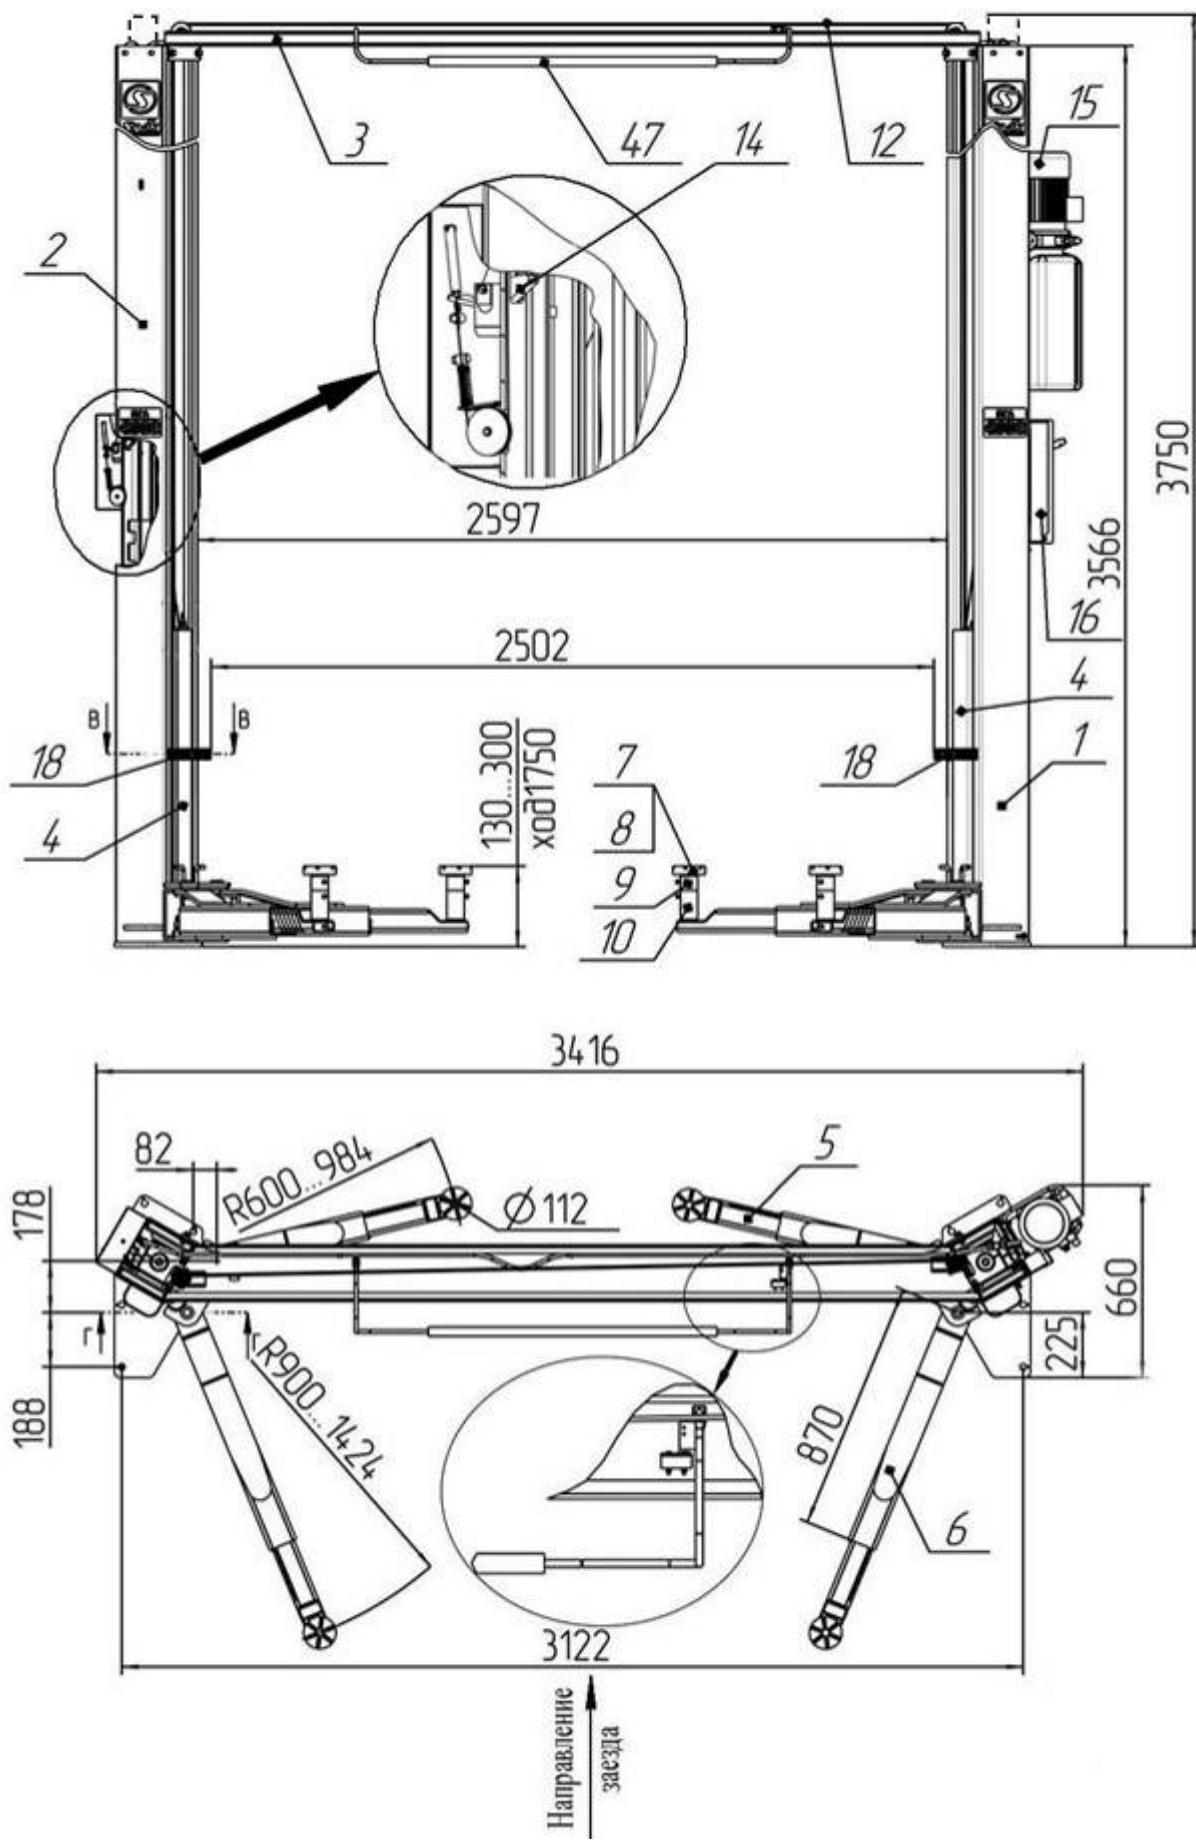
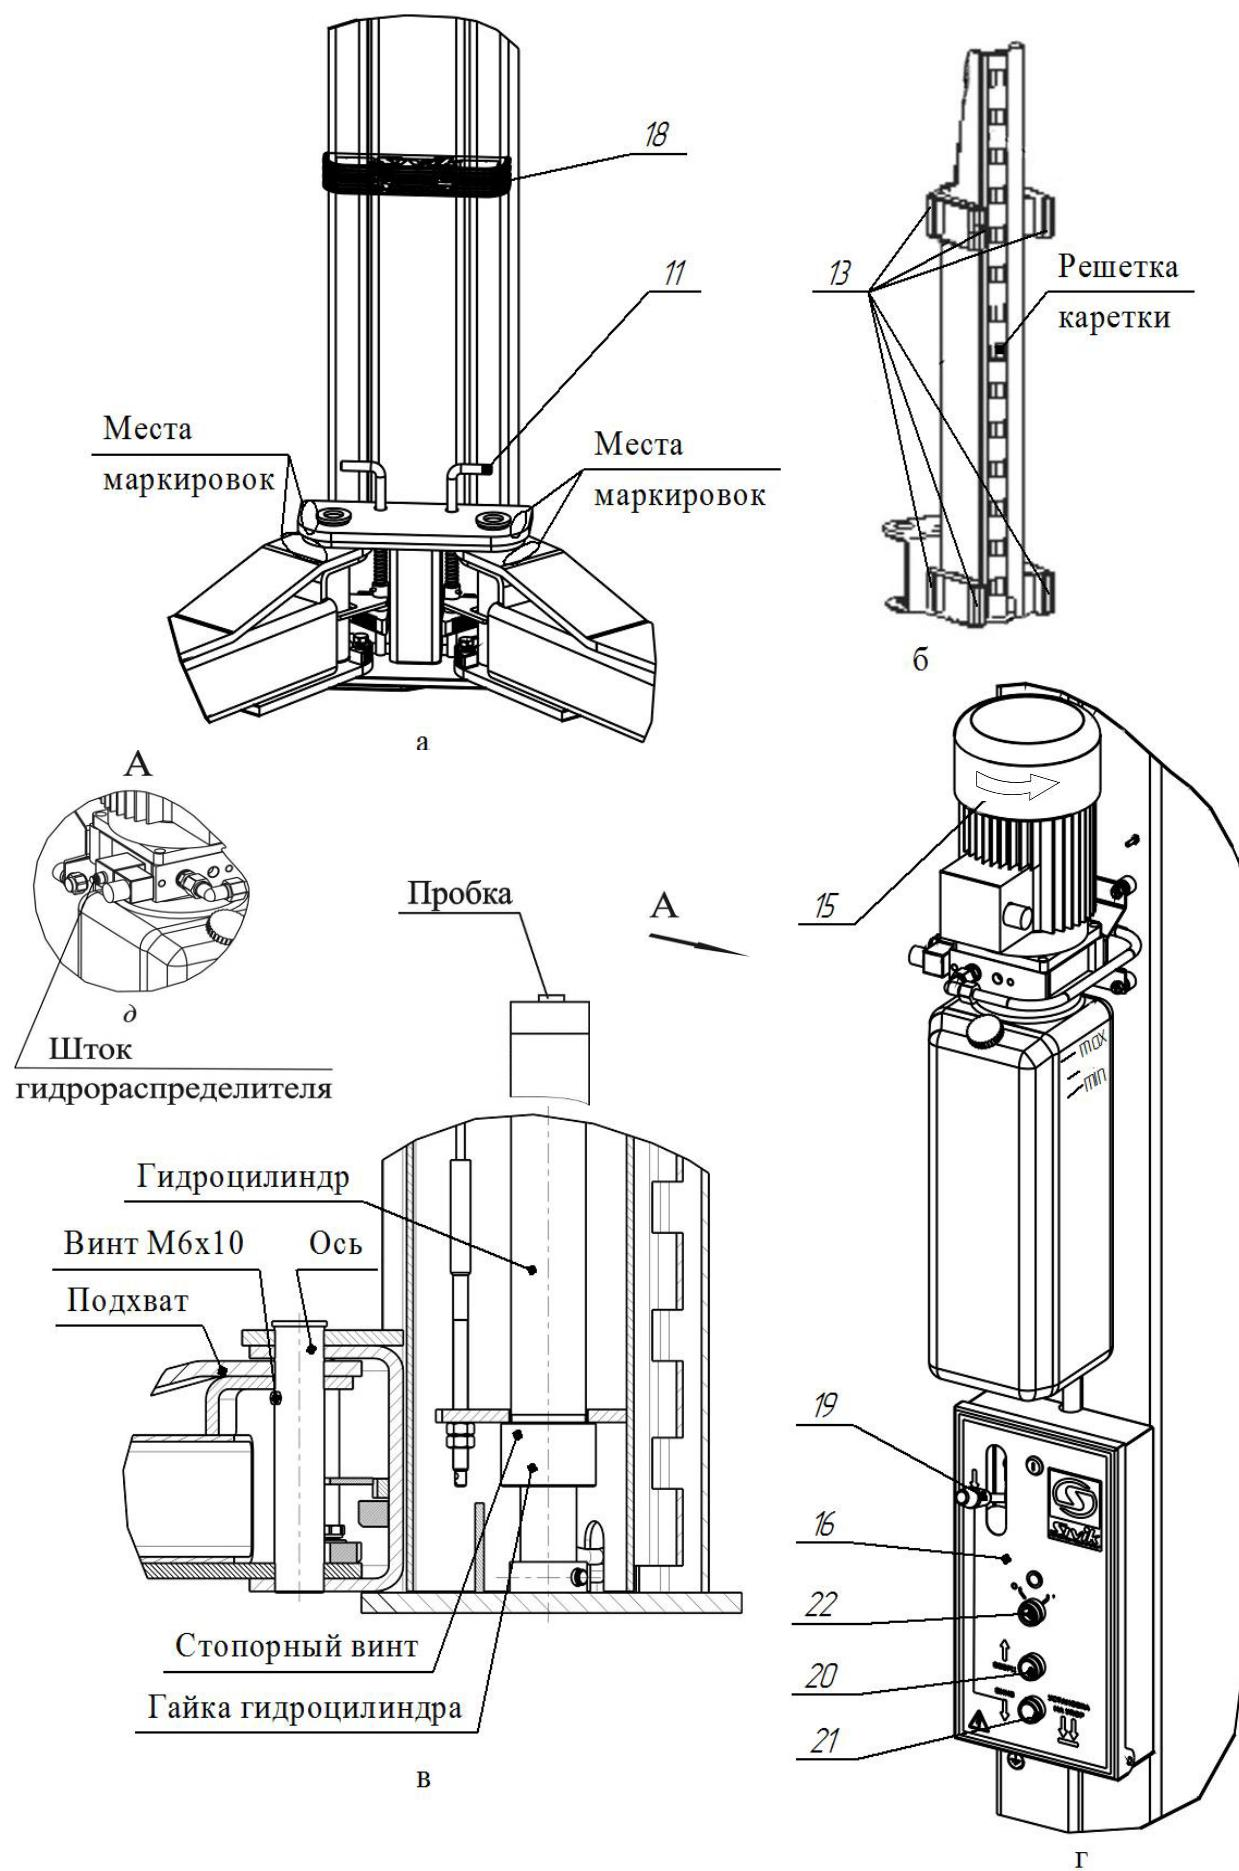

Рисунок 3.1- Общий вид подъемника
Рисунок 4.1 – Виды подъемника
Подъемник (рисунок 3.1) состоит из двух стоек коробчатого сечения - правой 1 и левой 2, соединенных между собой перекладиной 3. В стойках размещены каретки 4 с закрепленными на них поворотными телескопическими подхватами 5 и 6 разной длины. На концах подхватов 5, 6 установлены опоры 7, втулки резьбовые 8, втулки 9, 10, фиксируемые болтом M8x16. Подхваты фиксируются стопорными устройствами 11 (рисунок 4.1 а), автоматически срабатывающими при подъеме автомобиля. При опускании кареток 4 в крайнее нижнее положение происходит автоматическое расстопорение подхватов 5 и 6. Каретки 4 приводятся в движение гидравлическими цилиндрами, установленными внутри стоек. Подъемник снабжен системой 12 тросовой синхронизации движения кареток 4.
Каждая каретка 4 (рисунок 4.1 б) снабжена полиамидными ползунами 13, скользящими по беговым дорожкам стоек 1 и 2. Каретки фиксируются на требуемой высоте стопорами-защелками 14 (рисунок 3.1), закрепленными на стойках 1,2 и входящими в зацепление с решетками на каретках 4.
На правой стойке (рисунок 4.1 г) размещена насосная станция 15 с пультом управления 16. Внутри насосной станции 15 находится клапан предохранительный, предотвращающий перегрузку в гидросистеме. Клапан предохранительный настроен на заданное давление и опломбирован.
- касании автомобилем ограничительной дуги 47 перекладины 3 (рисунок 3.1);
Для предотвращения повреждения дверей автомобиля (при открывании) на каретки 4 установлены накладки 18, фиксируемые винтами M8x30, шайбами 8Г и шайбами 8 (рисунок 3.1 и рисунок 4.1 а).
Управление подъемником осуществляется рычагом 19 (рисунок 4.1 г) и двумя кнопками 20 и 21, установленными в пульте управления 16. Рычагом 19 осуществляется расстопорения кареток 4, а кнопками 20 и 21, подъем (кнопка 20) и опускание (кнопка 21) кареток 4.
ВНИМАНИЕ! Перед сборкой проверить затяжку гаек гидроцилиндров и стопорных винтов (рисунок 4.1 в).
Для того чтобы проверить срабатывание упругой тяги 31, необходимо одному человеку прижать рукой защелку 14 к стойке 2, а другому повернуть рычаг 19 (рисунок 4.1 г) на себя. Упругая тяга 31 должна вытянуться на полный ход штока 30.
6.9 Открутить пробку бака насосной станции 15 и залить масло (около 12 л) до верхней метки «MAX» (рисунок 4.1 г). Уровень масла контролировать визуально. Установить пробку бака на место.
- кратковременным нажатием на кнопку 20 (двигатель должен работать, вращение крыльчатки по стрелке на кожухе эл. двигателя, а из бака должно убывать масло, рисунок 4.1 г).
- отвернуть пробки у каждого гидроцилиндра на один оборот (рисунок 4.1в)
6.13 Подхваты 5, 6 установить согласно маркировки как представлена на рисунке 4.1а и зафиксировать осями к кареткам 4 стоек (рисунок 4.1в). Оси фиксировать винтами M6x10. Допускается разновысотность подхватов до 10 мм. Убедитесь, что подхваты фиксируются стопорными устройствами 11.